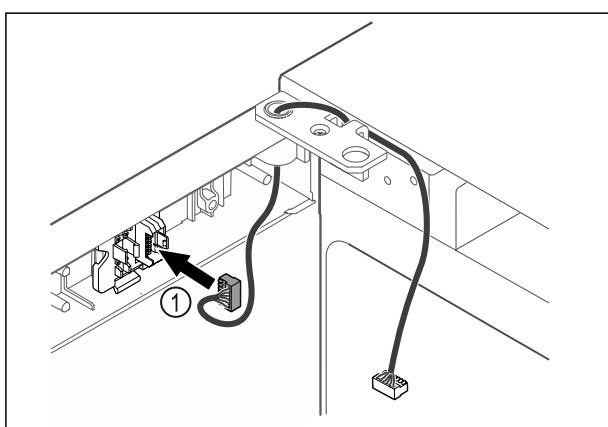

Fig. 42
- Вставити штекер Fig. 42 (1) в кріплення штекера.